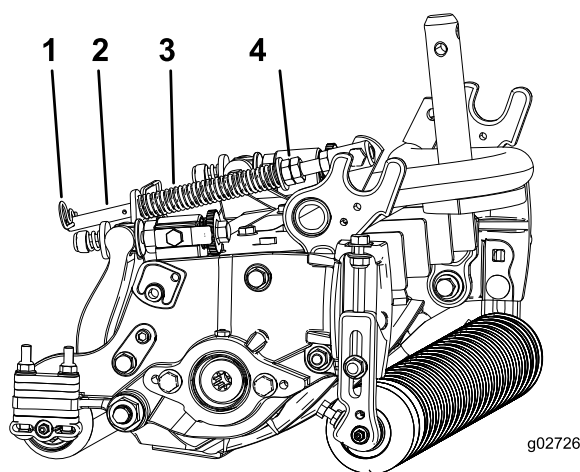

Figura 13
1. Certifique-se de que o pino de perno de gancho está instalado no orifício traseiro na haste da mola (Figura 13).
comprimento da mola em compressão seja de 12,7 cm; consulte a Figura 13.